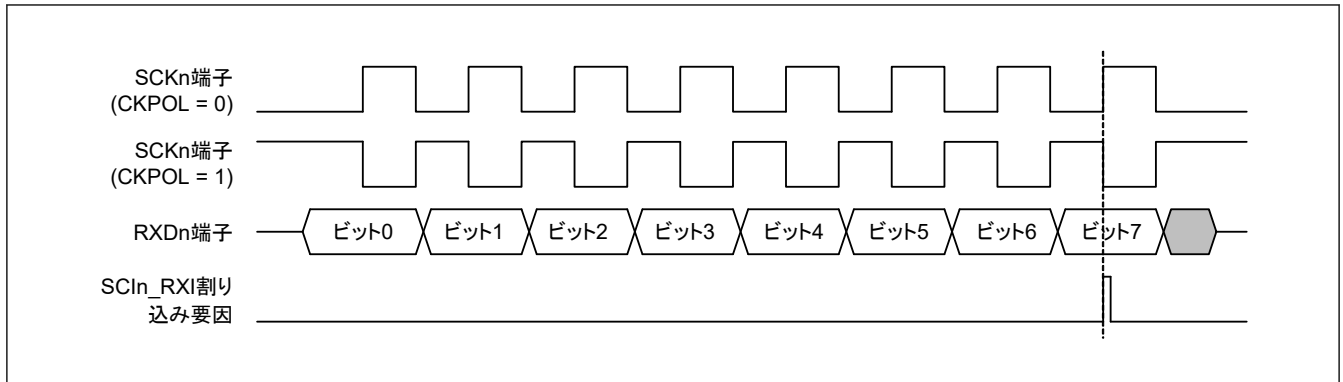

図 27.124 簡易 SPI モードにおける SCIIn_RXI 割り込みの発生タイミング (クロック遅れあり)
- クロック遅れあり (SPMR.CKPH ビット = 1) では、図 27.124 に示すように、SCK_n 端子の最終クロックエッジ手前のクロックエッジで受信データフル割り込み (SCI_{IN_RXI}) が発生します。SCR レジスタの TE ビットと RE ビットを SCK_n 端子の最終クロックエッジより前に 0 にすると、SCK_n 端子出力がハイインピーダンスとなり、送受信クロックの最後のクロックパルス幅が短くなります。また、SCI_{IN_RXI} 割り込みの発生によって、SCK_n 端子の最終クロックエッジより前に接続先スレーブの SS_n 端子入力信号が High になった場合、スレーブが誤動作する可能性があります。